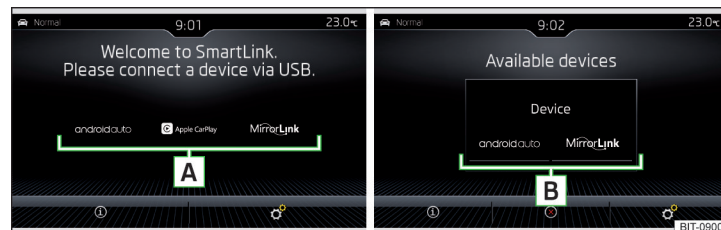

Fig. 175 **Sistemas de comunicación soportados / Ejemplo de los sistemas de comunicación disponibles del equipo conectado externo**
Si no existe ningún equipo externo conectado, entonces se muestra un menú con los sistemas de comunicación SmartLink soportados **[A]** » fig. 175.
Menú princ. » fig. 175
- Seleccionar el tipo del sistema de comunicación **B** soportado » fig. 175 de la pág. 147.